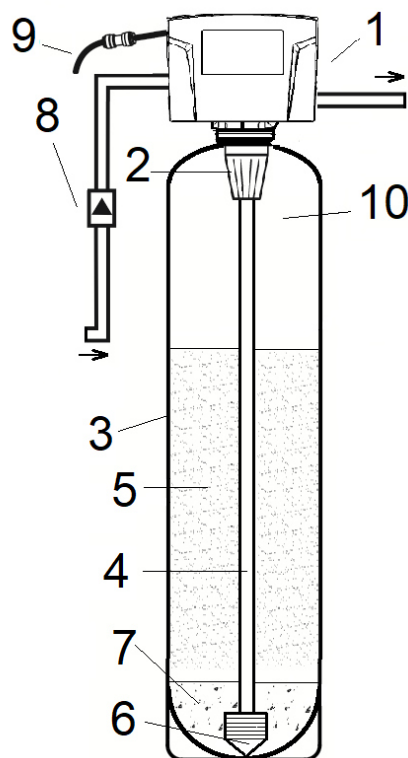

Рис.1
Система WWFC рис.1:
7.1 Система WWFC (Рисунок 1) состоит из:
наденьте гайку на $\frac{3}{8}$ " трубку; вставьте пластиковую вставку в $\frac{3}{8}$ " трубку; после этого вставьте $\frac{3}{8}$ " трубку до упора в $\frac{3}{8}$ " уголок и тщательно затяните гайку для того, чтобы соединение было герметичным. Убедитесь, что трубка надежно закреплена. К трубке 3/8" присоедините обратный клапан 3/8"(рис.1). Направление обратного клапан в сторону клапан управления.